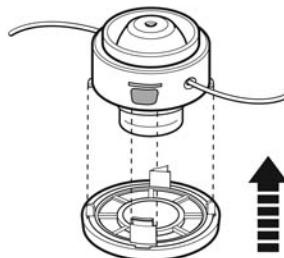

Fig. 35
- > Alinhe as ranhuras na cobertura com as ranhuras do cabeçote de corte. De seguida, pressione a cobertura (fig. 35).